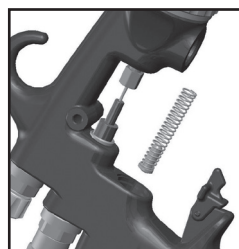

Fig. 17
4. Retirer le ressort avec son tampon. (Voir fig. 17)
8. Remettre le ressort en veillant à ce que l'extrémité avec un tampon d'appui en plastique soit introduite en premier. (Voir fig. 17)